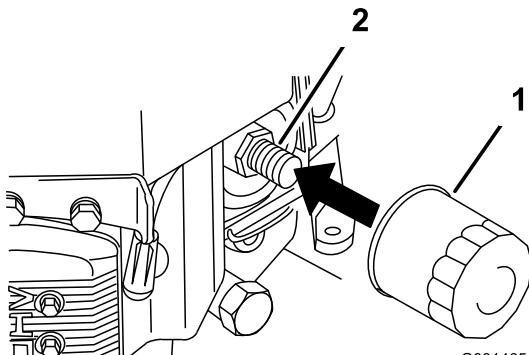

Bild 25
2. Entfernen Sie den alten Filter (Bild 25).
3. Ölen Sie die Gummidichtung am Ersatzfilter leicht mit Frischöl ein (Bild 25).
4. Montieren Sie den ErsatzölfILTER am Filterstutzen. Drehen Sie den Ölfilter nach rechts, bis die Gummidichtung den Filterstutzen berührt. Ziehen Sie den Filter dann um eine weitere 3/4 Drehung fest (Bild 25).